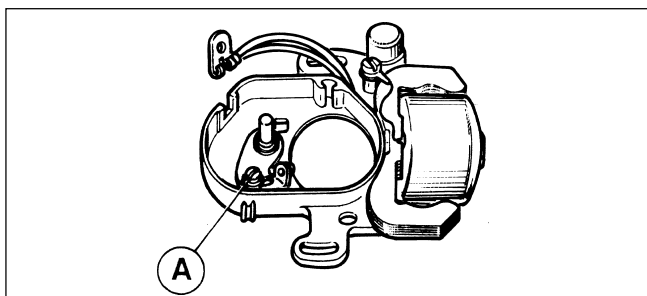

Fig. 9
- Retirer la vis A qui fixe la vis platine stationnaire (Fig. 9).